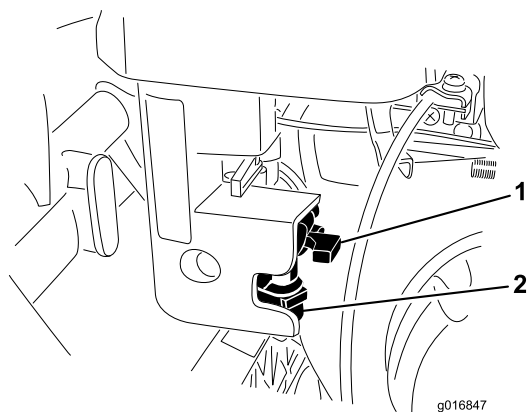

Рисунок 40
1. Закройте отсечной топливный клапан и вывинтите топливный отстойник из корпуса фильтра (Рисунок 40).